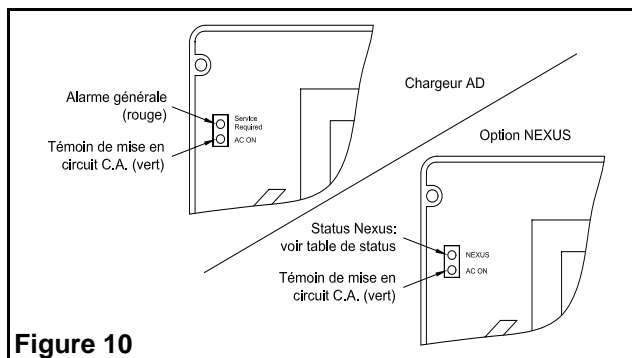

Figure 10
8. Mettre le C.A. sous tension. La lampe témoin de mise en circuit C.A. (AC On) et l'enseigne s'illumineront. (voir figure 10).
Indicateurs externes : Alarme générale (service requis). La lampe témoin s'allumera si une condition d'alarme est détectée (voir figure 10),
Le système NEXUS utilise deux indicateurs visuels locaux (voir figure 10). Le premier est une DEL verte qui indique la présence du CA. L'autre est une DEL à deux couleurs (Nexus). Cette dernière indique l'état du système NEXUS. Se référer au tableau suivant pour un sommaire des significations.